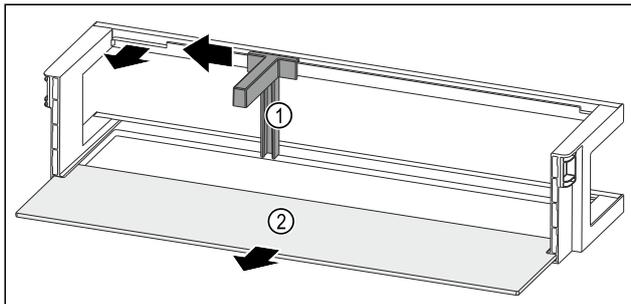

Fig. 90 Türabsteller mit Flaschenhalter und Abstellfläche
- ▶ Flaschenhalter Fig. 90 (1) bis zur Aussparung zur Seite schieben.
- ▶ Flaschenhalter Fig. 90 (1) entnehmen.
- ▶ Abstellfläche Fig. 90 (2) entnehmen.